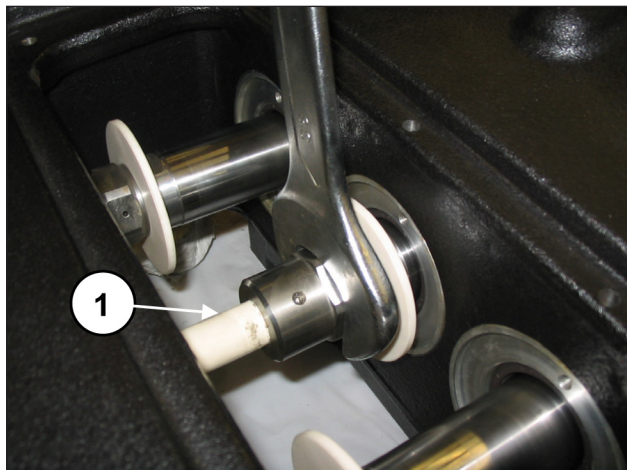
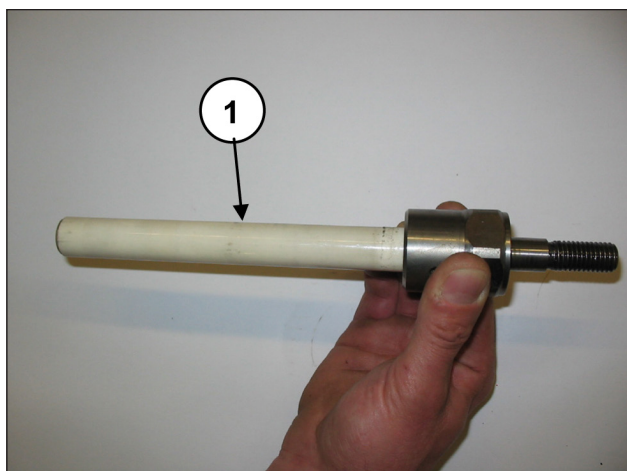

Fig. 122
Fig. 123
Rimuovere i pompanti con una chiave a forchetta (pos. ①, Fig. 122) e controllare il loro stato di usura (pos. ①, Fig. 123). Sostituirli se necessario.